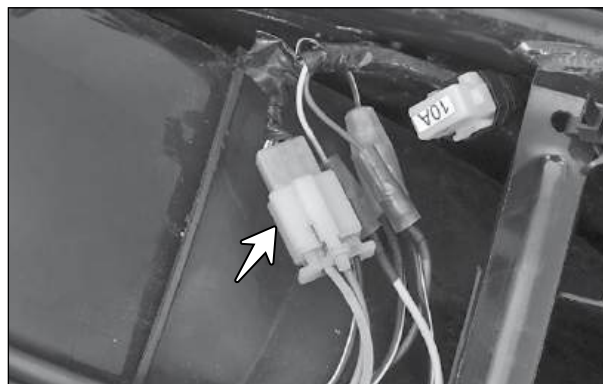

Fig. 1.24
- Pressione a trava do conector (seta) da fiação da lanterna traseira e desconecte o conector da fiação da lanterna traseira da fiação principal. (Fig. 1.24)